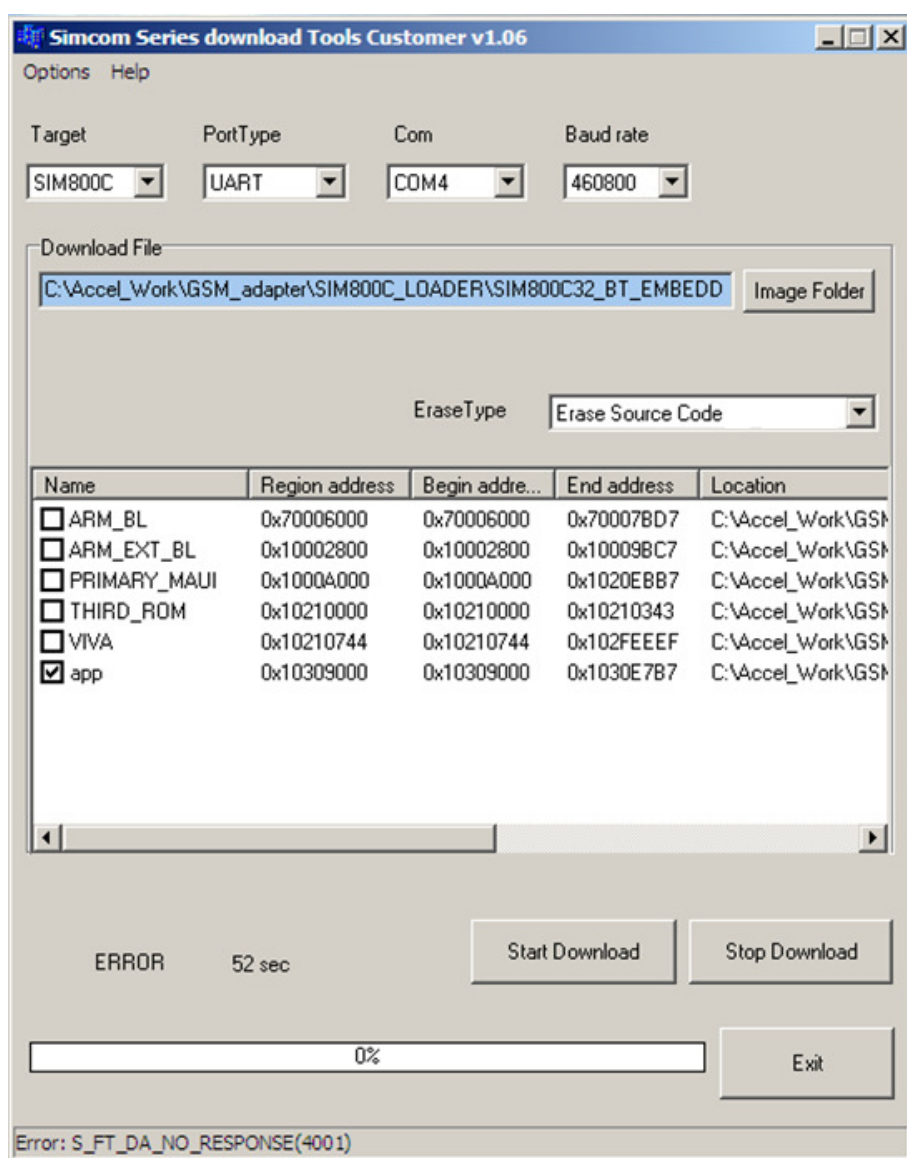

Рисунок 4. Окно программы «Simcom_Series_download_Tools_Customer.exe».
10.3 Изменение прошивки Адаптера выполняется с помощью утилиты «Simcom_Series_download_Tools_Customer.exe» (Рисунок 4) и кабеля АИДВ.625.621.046-01. Программирование можно выполнить с компьютера, на котором установлен драйвер FTDI.